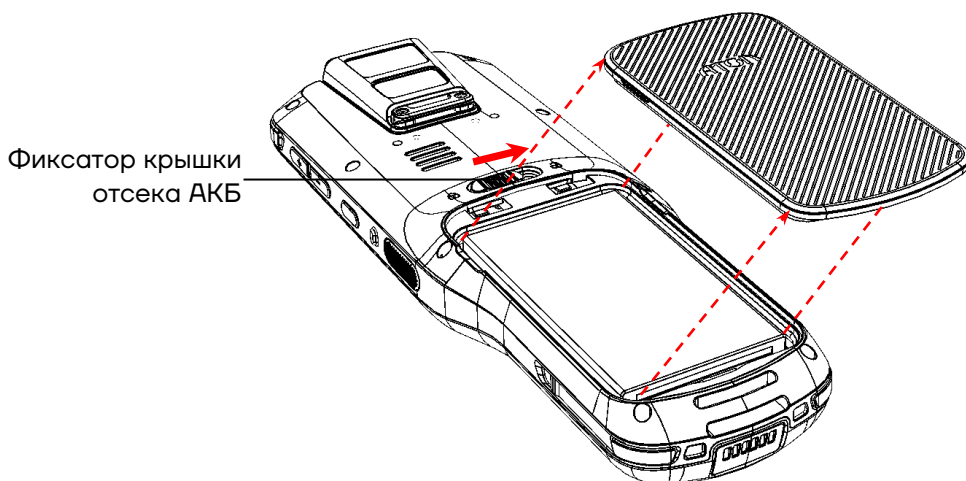

Рисунок 6. Отделение крышки отсека для АКБ от корпуса
- 4** Отделить крышку отсека от корпуса ТСД (рисунок 6).